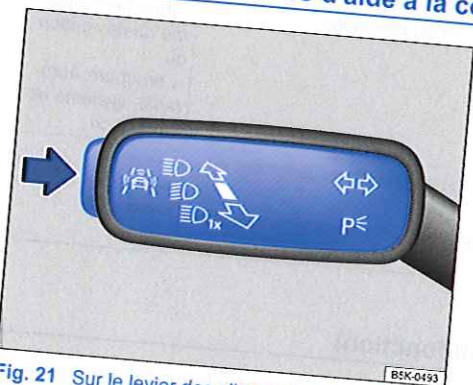

Fig. 21 Sur le levier des clignotants et de l'inverseur-codes, à gauche sur la colonne de direction : touche des systèmes d'aide à la conduite
- Appuyez sur la touche ⇒ fig. 21 dans le sens de la flèche pour accéder au menu **Assistants**.